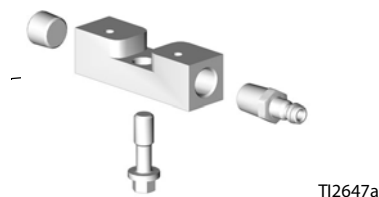

Рис. 16. Промывочный коллектор
- Установите промывочный шланг, чтобы промыть коллектор 15B817. См. Рис. 16. Установите промывочный коллектор на пистолет. Затяните болт промывочного коллектора с усилием 2,26–3,39 Н·м (20–30 дюймофунтов).